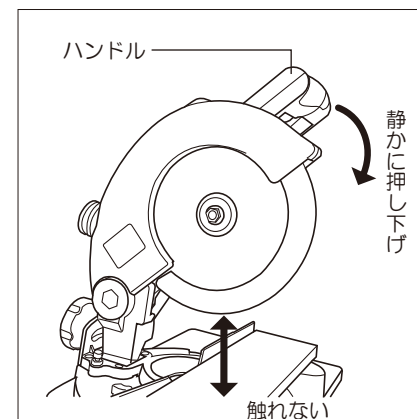

図33
- ノコ刃が材料に触れない状態でスイッチの引き金を引き、ノコ刃の回転が上昇し、回転が安定してからハンドルを静かに押し下げて、切断を始めてください。(図33参照)